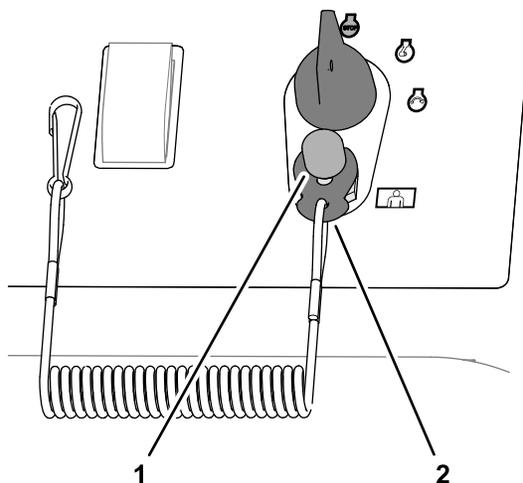

Figure 15
2. Vérifiez que le clip en plastique du cordon de sécurité est inséré dans le contacteur de présence de l'utilisateur (Figure 15).